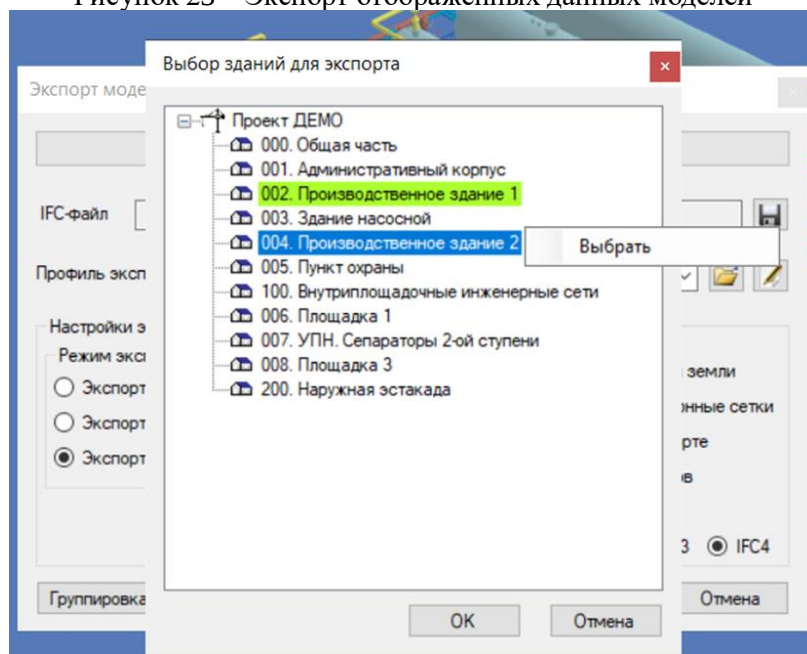

Рисунок 24 – Экспорт выбранных зданий
- Экспорт зданий – В окне «Выбор зданий для экспорта» требуется выбрать необходимое здание, вызвать контекстное меню через правую кнопку мыши и нажать на пункт «Выбрать». (Выбранное здание будет отображаться зеленым цветом), рис. 24.